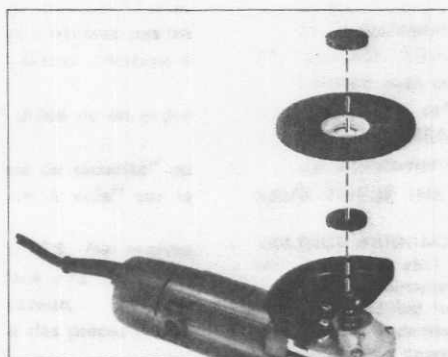

Fig. 1
1. Poser la meule à centre concave sur l'axe. (Fig. 1)
2. Fixer la meule sur la flasque. (Fig. 1)
3. Visser l'écrou de meule sur l'axe. (Fig. 1)
1. Mount the depressed center wheel flange onto the spindle. (Fig. 1)
2. Fit the depressed center wheel on over the flange. (Fig. 1)
3. Screw the wheel lock nut onto the spindle (Fig. 1)